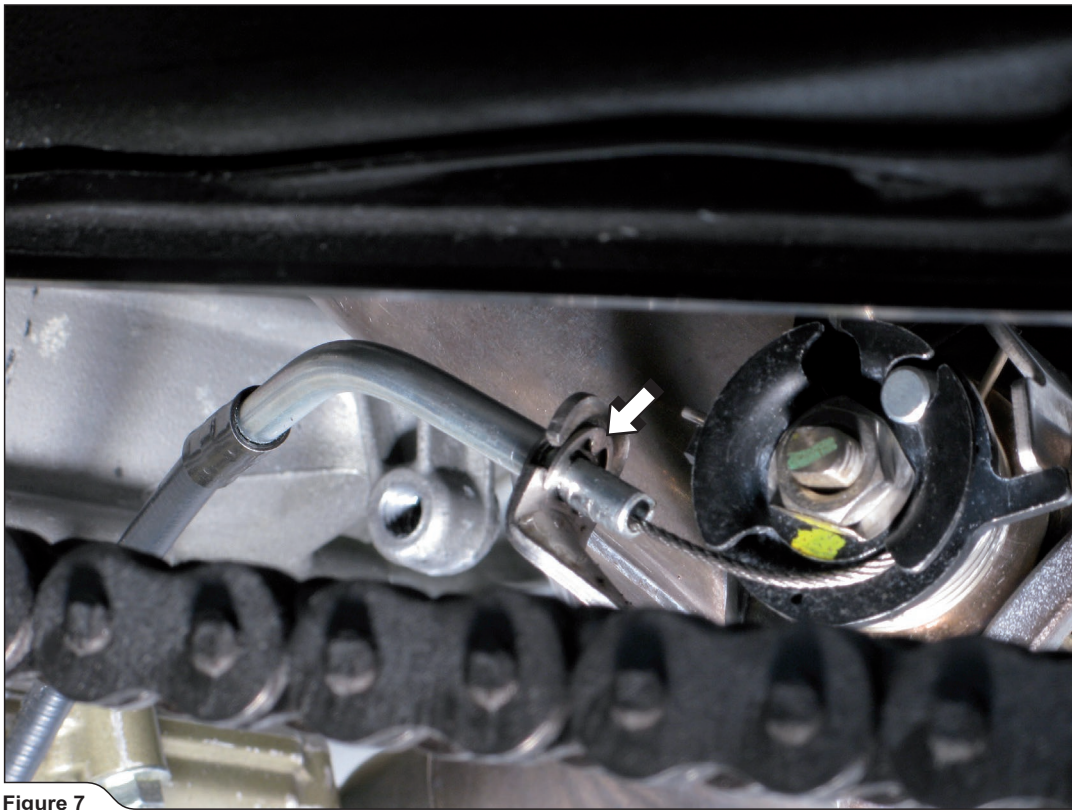

Figure 7
4. 図に示すサークリップを緩め、エキゾーストバルブからケーブルを取り外します (図 7)。